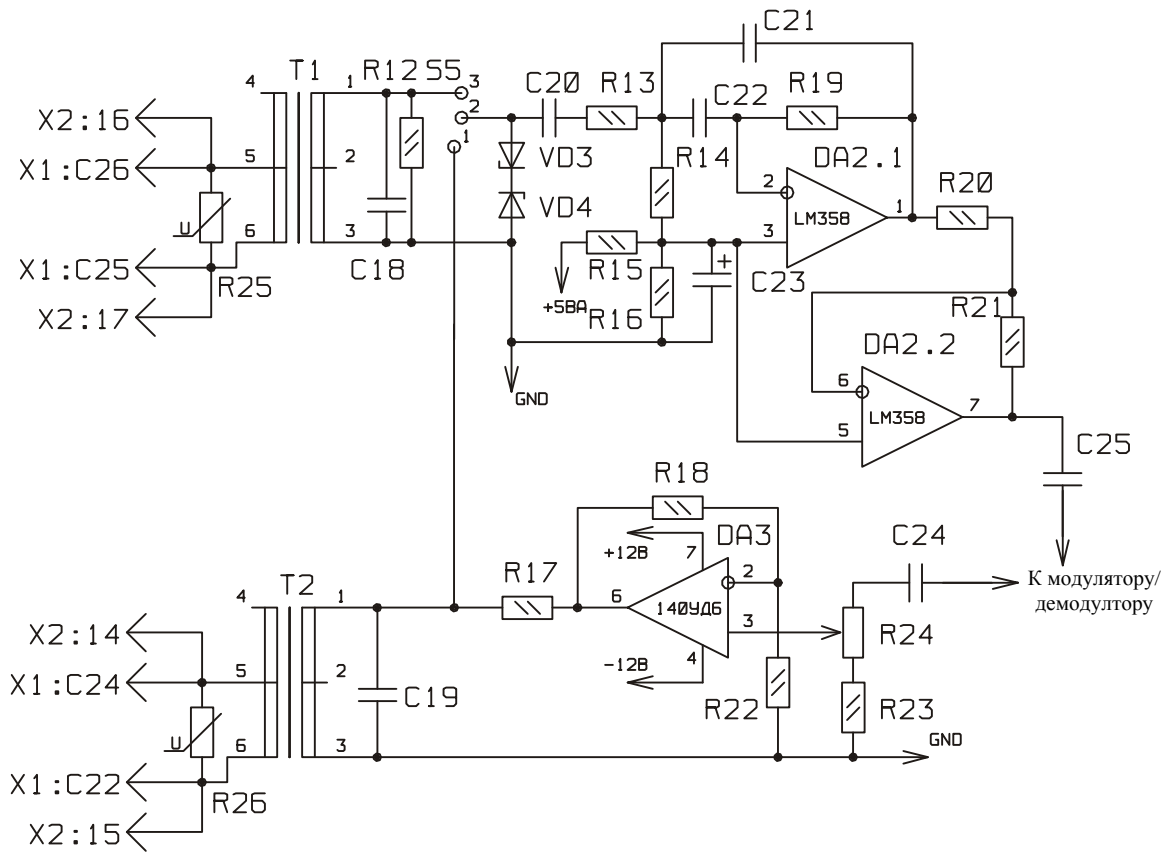

Рисунок 3.3 Схема трактов приема и передачи
14. Назовите назначение следующих элементов трактов приёма и передачи (рисунок 3.3): Т1 и Т2, VD3 и VD4, DA2.1 и DA2.2, DA.3, R24;